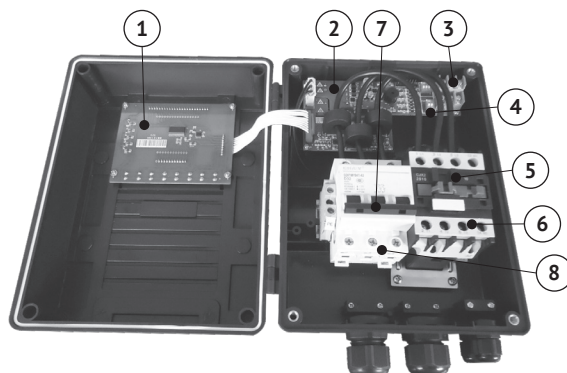
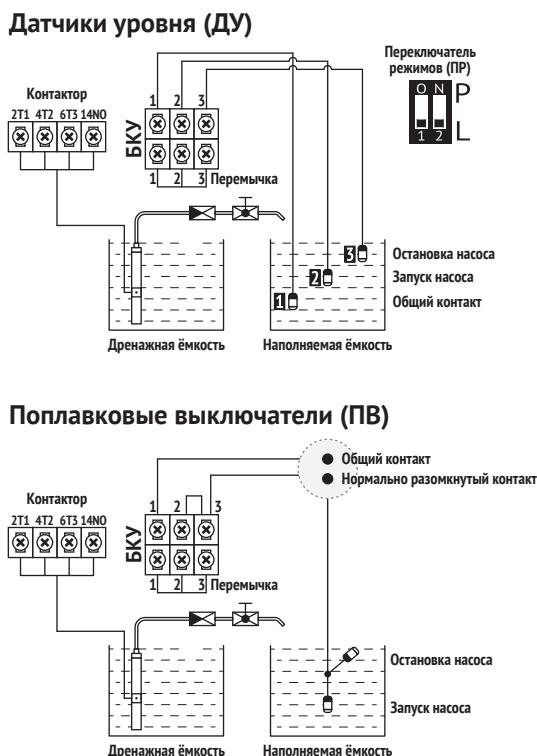

Рис. 2
Рис. 5
Блок контрольных устройств (далее – «БКУ», см. рис. 2, 4) служит для подключения датчиков уровня (далее – «ДУ»), поплавкового выключателя (далее – «ПВ») и/или реле давления (далее – «РД»). Верхний ряд контактов БКУ соответствует показаниям контрольных устройств (пиктограммам) наполняемой ёмкости, нижний ряд – дренажной ёмкости.
- Подключите ДУ или ПВ (в комплект не входит) к контактам БКУ (см. рис. 2, 4) и установите их в наполняемой ёмкости согласно схемам на рис. 5.
- Установите рычажки переключателя режимов (далее – «ПР») в положение, показанное на рис. 5.